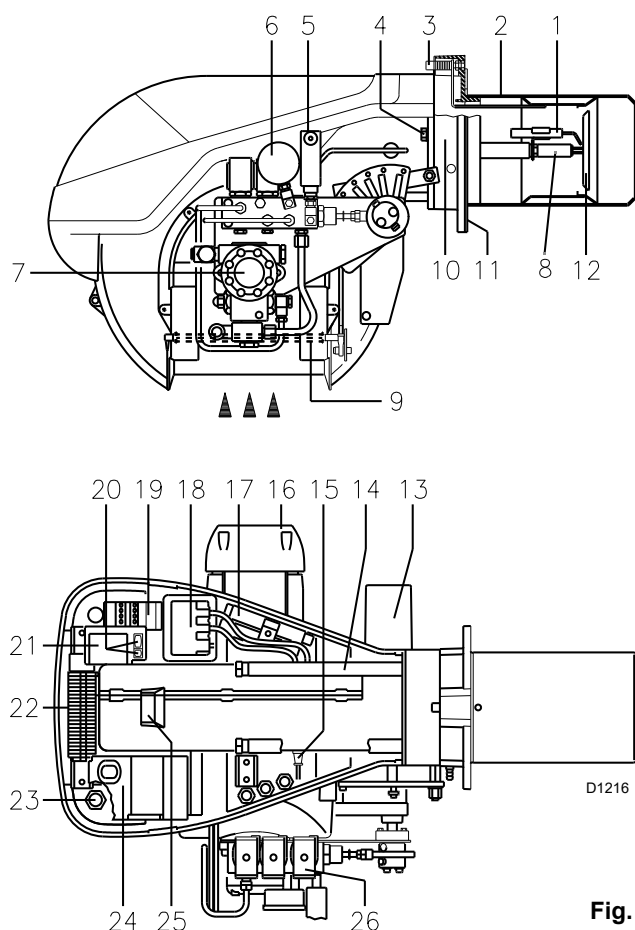

Fig. 1
Blocco apparecchiatura: l'accensione del pulsante dell'apparecchiatura 24)(Fig. 1) avverte che il bruciatore è in blocco.
Blocco motore: per sbloccare premere il pulsante del relè termico 19)(Fig. 1).
(1) boccaglio: corto - lungo
- 4 - Prolunghe 17)(Fig. 1) per guide 14)(Fig. 1)